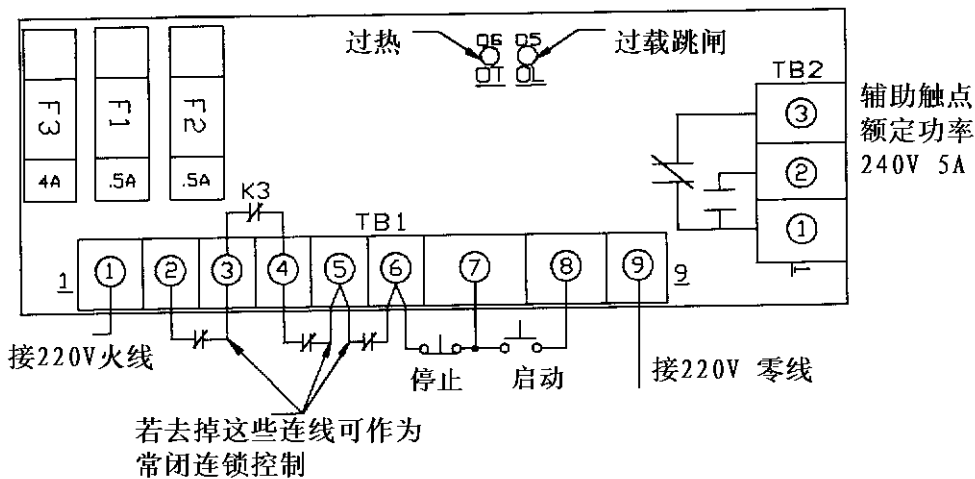

图4 TCB2000 控制电路板
3. K3 继电器在控制板上是一个常闭触点，当过热或过载时打开（见图 4）。
若用一个非人工操作的继电器常开触点接在 T B 1 的 6 和 8 之间以代替上述三线连接中 6 到 8 之间的启动，停止按钮（见图 5）则可以对其控制装置进行遥控或与其它自动控制设备配套进行联锁自动控制，当用人工启动停止控制时必须将过载继电器设置在手动位置上（M 位置）。这样可以防止当由于温度升高时自动停机后，当装置稍冷却后又自动启动。（参看图 4 关于 220 伏的接线和联锁控制）。
外联锁可以连接 T B 1 上的接点 2、3 或 4、5 以及 5、6（参照图 4）所有联锁触点都应是常闭触点才能正常工作。当停止软启动器或防止软启动器启动时才将这些接点断开。
控制板 T B 2 上有辅助 C 式触点（常开、常闭和一个与其相连的公共接点见图 4）。这些触点的额定功率是 240 伏，5 安培，最大功率是 1200 瓦。当有启动停止指令时控制板上的辅助触点改变状态，当停止指令或故障状态发生时（过热、过载），触点恢复到设定的状态。辅助触点须外接保险丝。